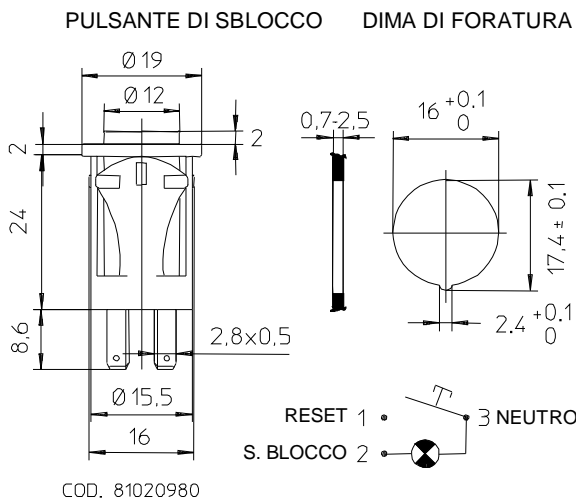
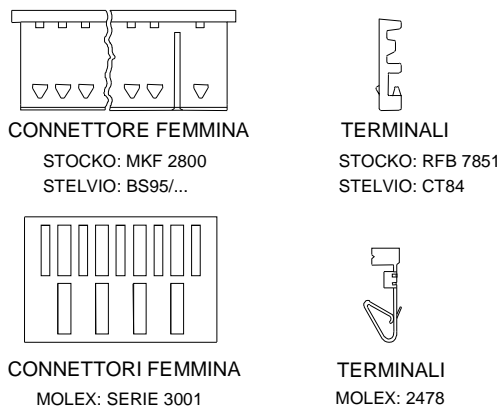

Fig.3
Fig.4
- (1): Il contatto ausiliario non è di tipo SELV (Safety Extra Low Voltage, e.g. 24V) e non è adeguato per comandare circuiti di tipo SELV.
(2): I connettori standard sono del tipo stocko- stelvio come da Fig.3.
Gli apparecchi possono essere forniti completi di connettori e di pulsante luminoso di sblocco (vedere Fig.3 e Fig.4); in ogni caso non accoppiare terminali e connettori femmina di tipo diverso.